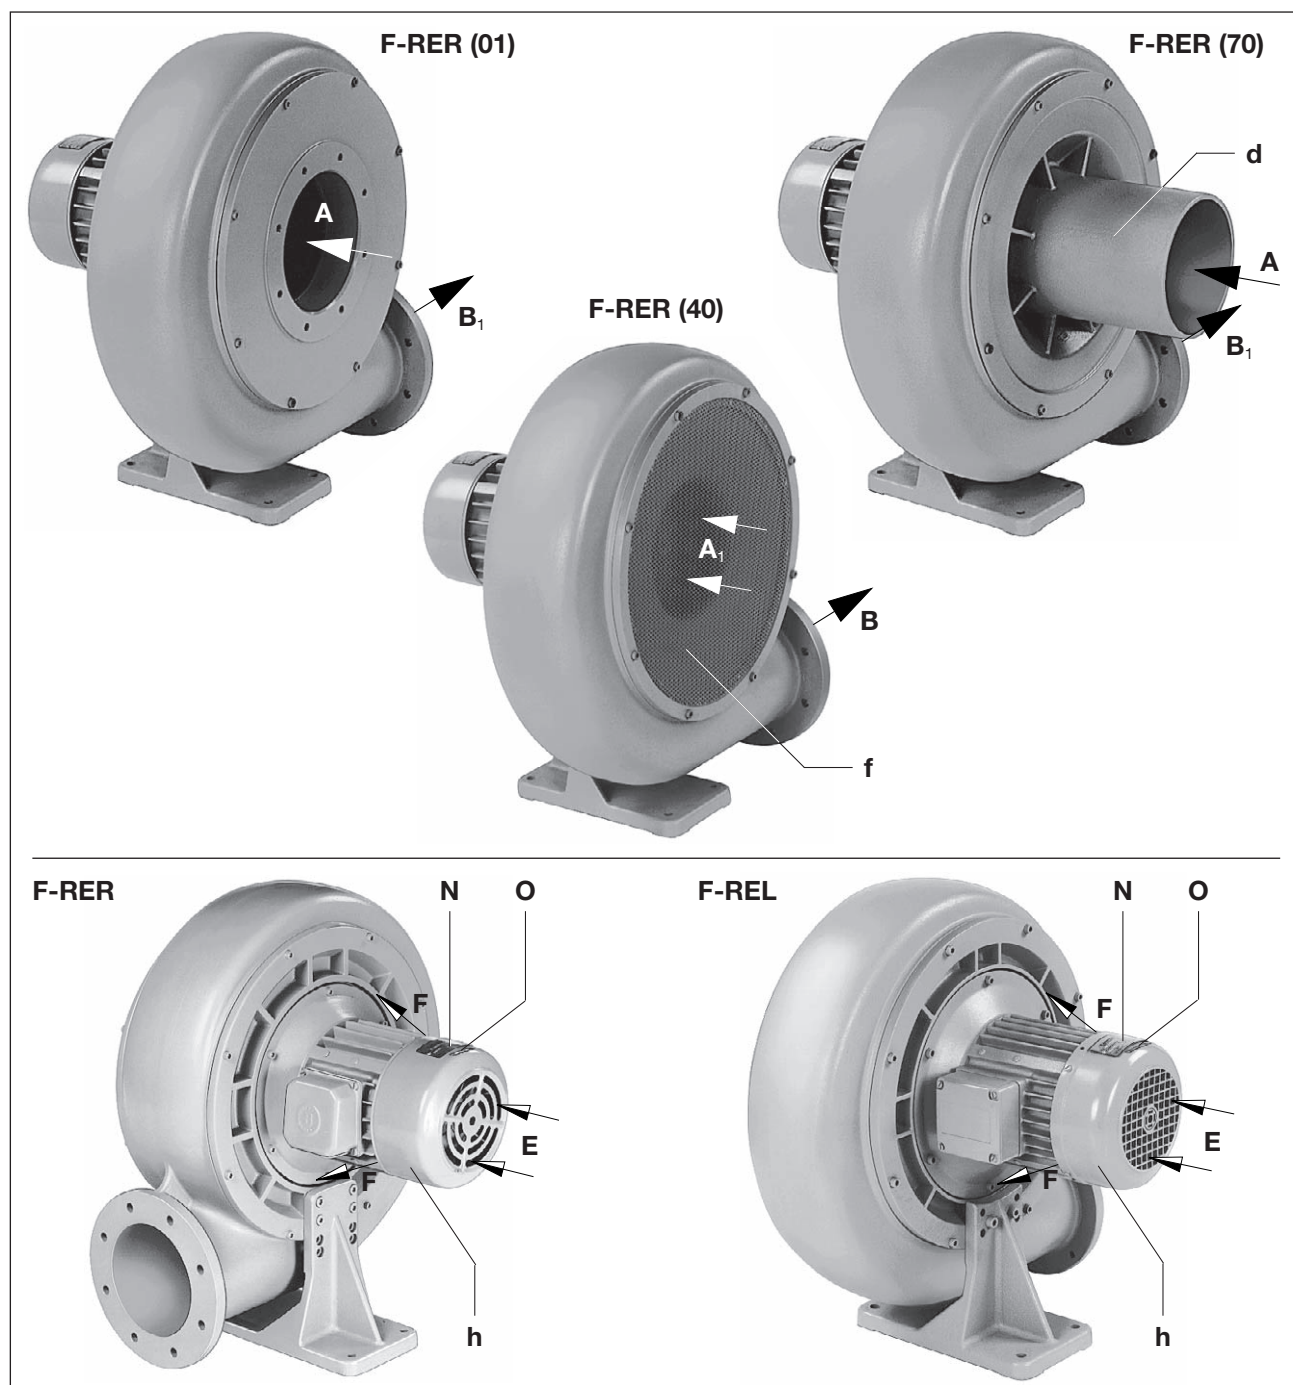

Fig. 2 Turbine centrifuges F-RER (Rotation à droite) / F-REL (Rotation à gauche)
Les volumes engendré sont de 4,9 à 57 m³/min, ceci pour des pressions différentielles jusqu'à 74 mbar en 50 Hz. Les limites de dépression sont indiquées sur la plaque signalétique (fig. 2/N). Les courbes de débit en fonction du taux de vide ou de surpression sont données sur les fiches techniques D 750, D 751, D 752 et D 753 ou D 760, D 761, D 762 et D 763.
Lors de l'installation, et en particulier si la turbine est intégrée à un ensemble, il faut veiller que les entrées d'air de refroidissement (fig. 2/E) et les sorties (fig. 2/F) soient espacées des parois environnantes d'au moins 20 cm. L'air de refroidissement refoulé doit s'évacuer librement, sans être réaspiré. De plus, il faut veiller que l'air refoulé (fig. 2/A₁) et l'air aspiré (fig. 2/B₁) puissent circuler sans contraintes.
- a) En fonctionnement pompe à vide, raccorder la tuyauterie d'aspiration en (fig. 2/A) et en fonctionnement compresseur, raccorder la tuyauterie de surpression en (fig. 2/B).
- a) Les données électriques du moteur sont indiquées sur la plaque signalétique de l'appareil (fig. 2/N) ou sur celle du moteur. Les moteurs sont conformes à la norme DIN EN 60034 et ils sont exécutés dans la classe de protection IP 55 et la classe d'isolation F. Le schéma de raccordement se trouve dans la boîte à bornes du moteur (ceci ne concerne pas les exécutions avec prise). Vérifier que les données électriques du moteur sont bien compatibles avec le réseau (type de courant, tension, fréquence, intensité admissible).
- ▷ Le sens de rotation préconisé de l'arbre d'entraînement est indiqué par la flèche d'indication du sens de rotation (fig. 2/O) sur le capot (fig. 2/h).